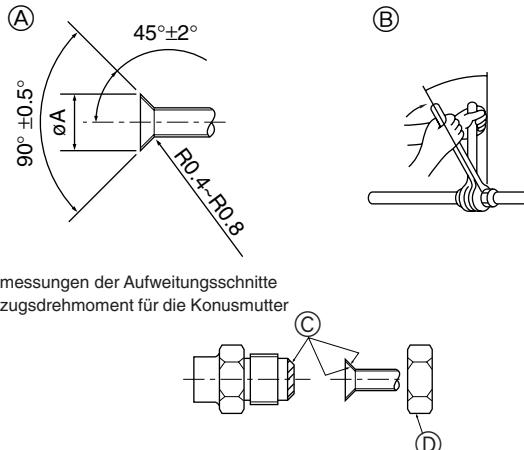

Fig. 4-1
Tabelle 1 (Fig. 4-1)
4.2. Rohranschlüsse (Fig. 4-1)
- Vor dem Anziehen der Konusmutter eine dünne Schicht Kältemittel-Öl auf das Rohr und auf die Oberfläche des Sitzes an der Nahtstelle auftragen. ④
- Mit zwei Schraubenschlüsseln die Rohrleitungsanschlüsse fest anziehen. ⑤
- Tragen Sie Kältemaschinenöl auf die gesamte Konusauflagefläche auf. ⑥
- Verwenden Sie die Konusmuttern, die an der Anlage angebracht sind. ⑦
- ① Die Rohre müssen ausgehend von der Innenanlage miteinander verbunden werden. Die Konusmuttern müssen mit einem Drehmomentschlüssel festgezogen werden.